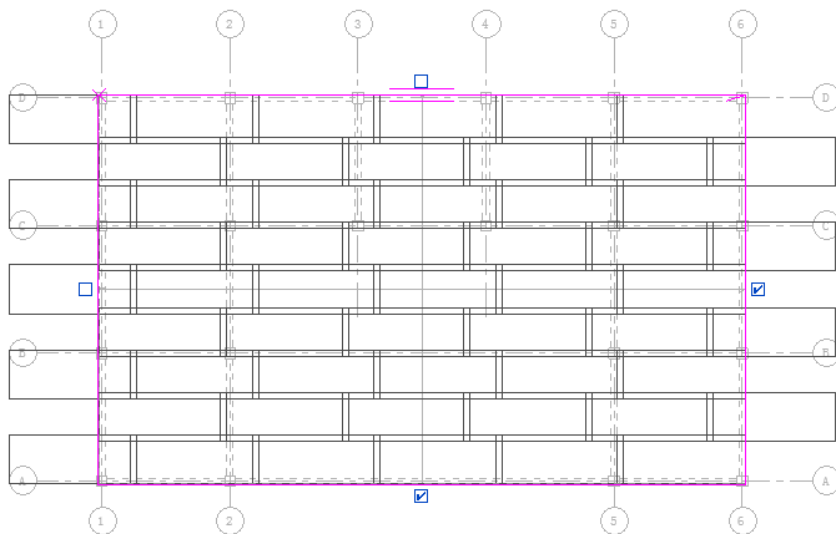

图 13-41 主筋交错
- 主筋交错：钢筋网片按行放置，每行从该行左侧和右侧交替放置的整个钢筋网片开始，剪切行中的最后一个钢筋网片，使之适合钢筋网边界，如图 13-41 所示。